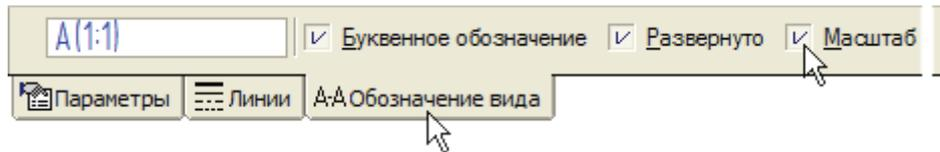

Рис. 8.26
- Откройте закладку **Обозначение** (Надпись) вида на панели **Свойства** (рис. 8.26).